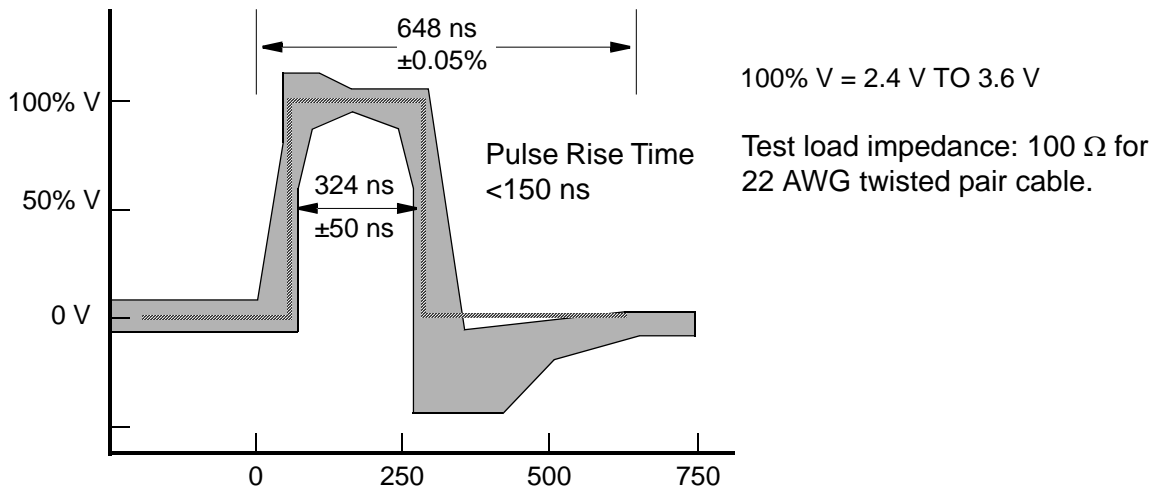

Figure 4-16. DS1 Output Waveforms
- DS1 output waveforms must be as shown in Figure 4-16.